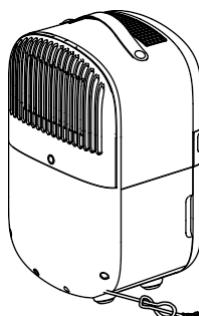
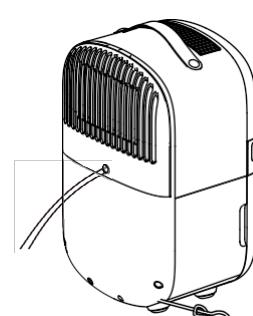

fig. 4
fig. 6
2. Koble strømledningen fra stikkontakten. Sørg for fri tilgang til baksiden av apparatet (fig. 4).
3. Bryt opp pluggen til dreneringshullet i filterdekselet (6), ta av dekselet og fjern gummipluggen fra dreneringshullet.
4. Trekk dreneringsrøret (12) gjennom hullet i dekselet og skyv det inn i dreneringsstussen under dekselet (fig. 6).